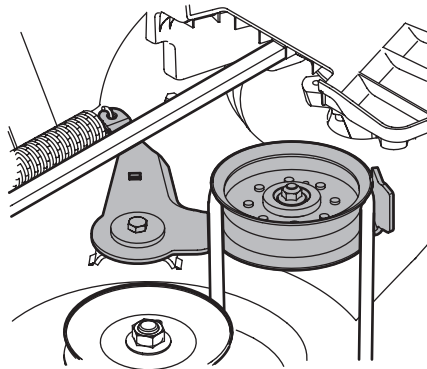

Figura 4-3
8. Desde el lado derecho del tractor, inserte una llave de trinquete de  $\frac{3}{8}$ ", regulada para *ajustar*, en el orificio cuadrado del la polea loca. Vea la Figura 4-3.
9. Pivote la llave hacia adelante para mover la polea de transmisión de la plataforma hacia adelante. Vea la Figura 4-3.